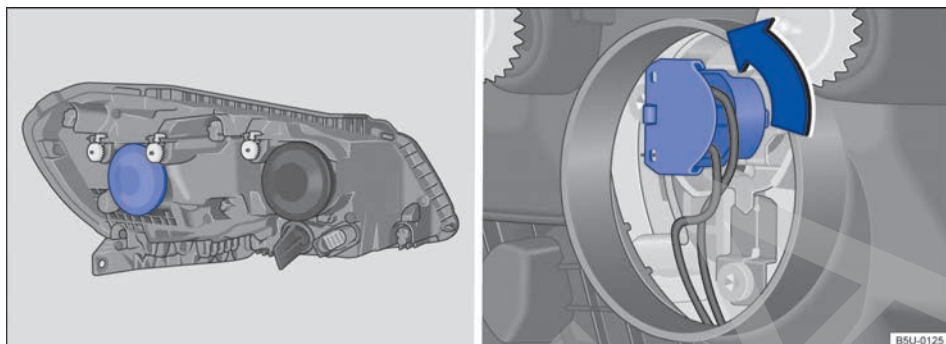

Fig. 174 En el compartimento del motor (variante 1): ubicación y portalámparas de la lámpara incandescente del farol bajo.
3.	Remover la cobertura de goma en la parte trasera del farol ⇒ fig. 174.